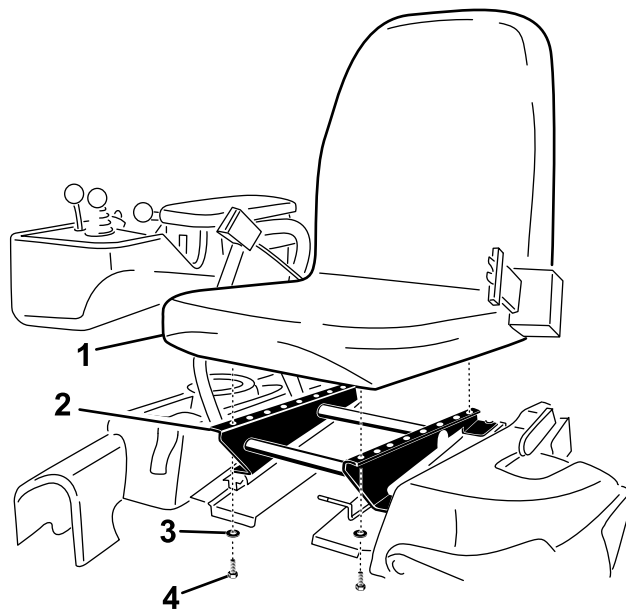

図 4
3. 先ほど外したボルト4本とワッシャを使って運転席をシートベースに取り付ける図4。